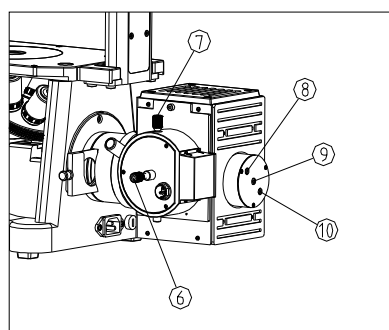

图 19
- (5) 通过调节反光镜调焦螺钉⑨、左右调中螺钉⑧、上下调中螺钉⑩把灯丝反射的像投影在对中物镜①的十字刻线上。（如图 19、20b）
- (6) 调节反光镜上下、左右调中螺钉使灯丝反射像跟直接像在对中物镜①十字刻度线两侧相互对称，调节反光镜调焦螺钉⑨使反射像跟直接像大小一致。（如图 19、20c）
- (7) 调节汞灯横向调节螺钉⑥或汞灯纵向调节螺钉⑦使直接像跟反射像重合，使之位于十字刻度线中心（如图 19、20d）
- (8) 旋下对中物镜①，装上荧光物镜，并将 10X 物镜移入光路，继续使用荧光滤光镜组 B1，然后把要观察的标本安放在载物台上，调节粗动调焦手轮找到标本的轮廓像，再调节微动调焦手轮，使标本像清晰。
- (9) 通过目镜观察，操作集光镜调焦锁紧手柄⑤使视场达到最理想的观察效果，然后锁紧手柄。